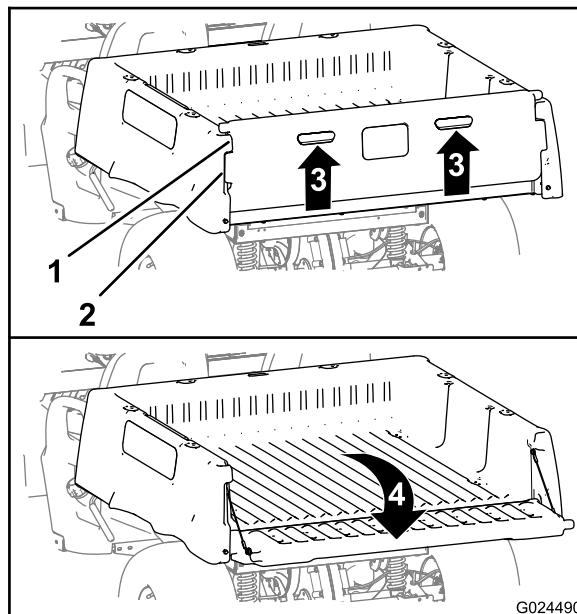

Figura 14
2. Tire hacia arriba del portón usando los tiradores del panel trasero (Figura 14).
3. Alinee las pestañas de bloqueo del portón trasero con los huecos situados entre las pestañas de la caja de carga (Figura 14).
4. Gire el portón trasero hacia atrás y hacia abajo (Figura 14).
6. Gire el portón hacia arriba y hacia adelante hasta que las pestañas de bloqueo del portón trasero estén enrasadas con el hueco de la caja de carga (Figura 14).
7. Baje el portón hasta que quede asentado en la parte trasera de la caja de carga (Figura 14).